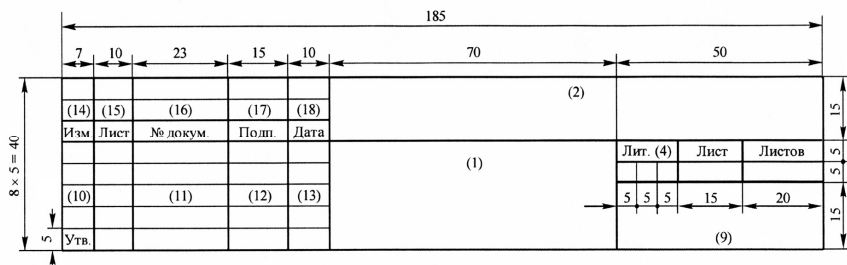

Рисунок 7.2 – Основная надпись первого листа текстового документа
- первого листа текстового документа (рисунок 7.2);